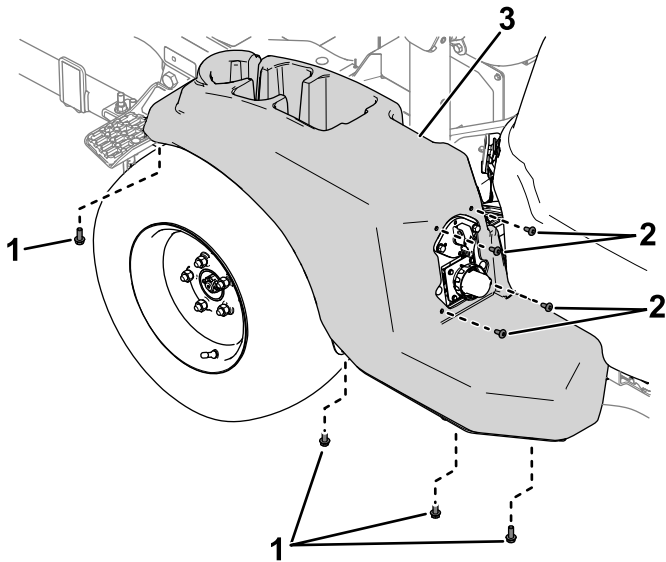

Bild 1
1. Entfernen Sie die Schrauben, mit denen die Abdeckung an der linken Seite der Maschine befestigt ist (**Bild 1**), und nehmen Sie die Abdeckung ab.